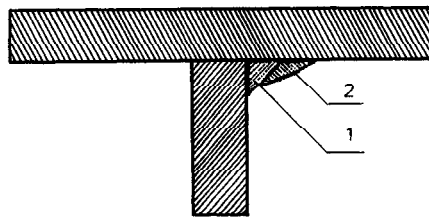

Figura 2.105
- ▲ Quinto paso *Deposite el segundo cordón* (Figura 2.105).